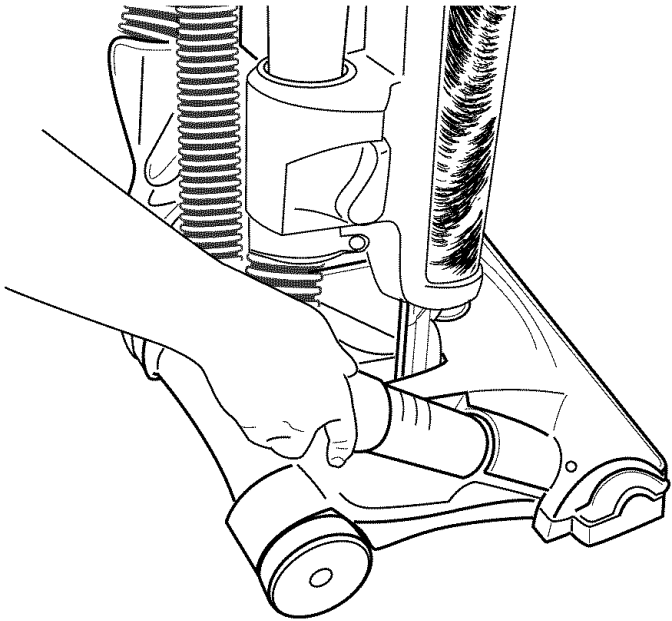

FIG. 30
- Step 1:** Firmly pull the end of the hose from the hose retainer on the hood of the vacuum (FIG. 30).
**Étape 1 :** Retirer le bout du tuyau du raccord qui se trouve sur le capot de l'aspirateur (FIG. 30).
**Paso 1:** Jale con fuerza el extremo de la manguera quitándolo del retén de la manguera en la tapa de la base de la aspiradora (FIG. 30).